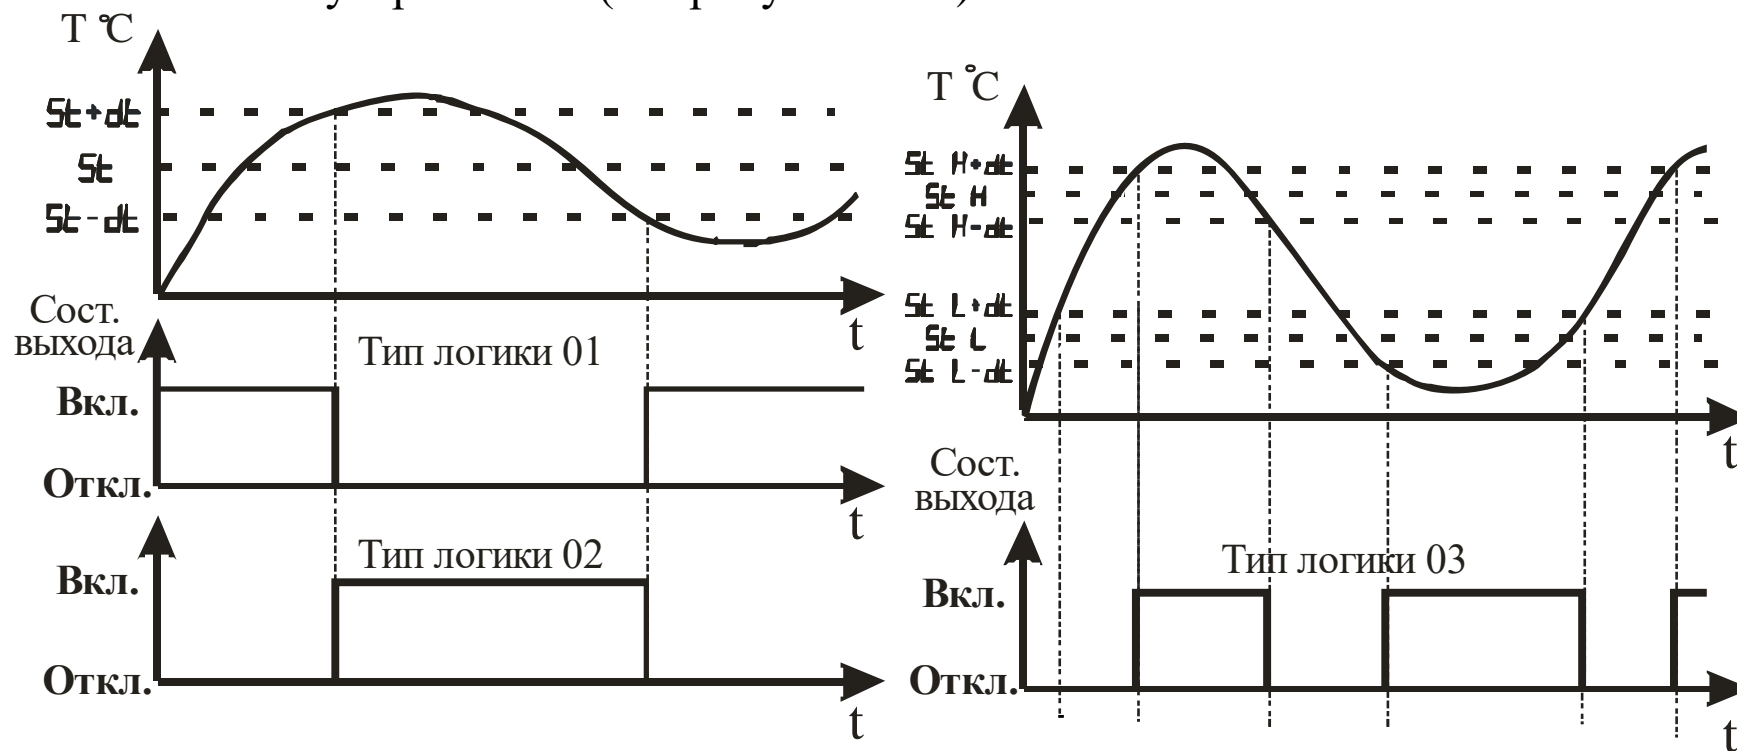

Рисунок 3.18 – Графическое представление типов логики работы выхода
3.3.3.10 Параметр “Тип логики работы прибора” определяет алгоритм управления исполнительным устройством (см. рисунок 3.18).
Тип логики “03” (“U”-образная) применяется при использовании прибора для сигнализации о выходе контролируемого параметра за заданные границы. Если функция изменения температуры пересекает верхнюю границу поля допуска, то выходное устройство включается при  $T > St H + dt$ , а выключается при  $T < St H - dt$ . Если функция изменения температуры пересекает нижнюю границу поля допуска, то выходное устройство включается при  $T < St L - dt$ , а выключается при  $T > St L + dt$ . Работа выходного устройства разрешается только после первого превышения контролируемой температурой значения  $St L + dt$  (см. рисунок 3.18).